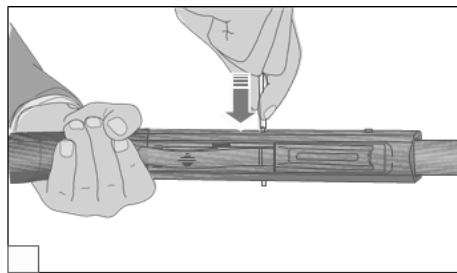

Рис. 23
- извлеките штифт крепления УСМ, протолкнув его через ствольную коробку (рис.23).